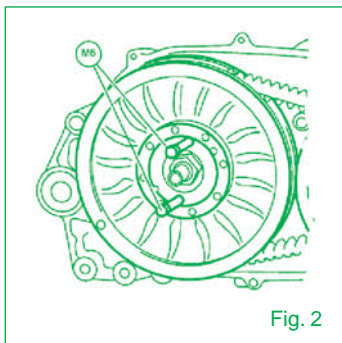

Fig. 2
- 5) Avvitare due viti M6 con lunghezza filettata maggiore di 50 mm nei due fori della puleggia secondaria, questa operazione permette di allontanare le due pulegge e quindi di allentare la cinghia (fig. 2).